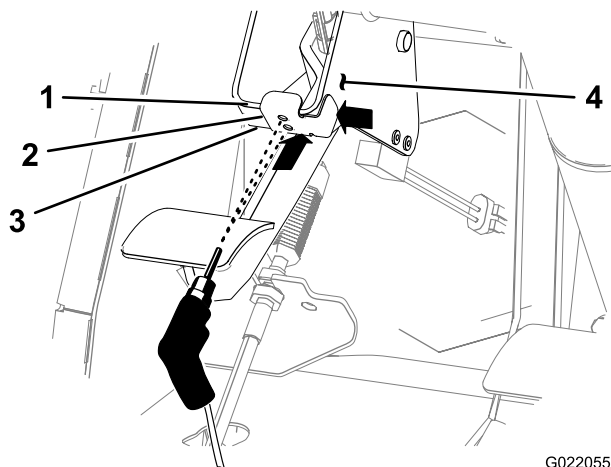

Figure 2
1. Alignez le gabarit de perçage sur le bord supérieur, la face avant, le bord inférieur et le côté droit du support de la pédale d'embrayage (Figure 2).
- À l'aide du gabarit de perçage, percez 2 trous (5/16 po) dans la face avant du support (Figure 2).